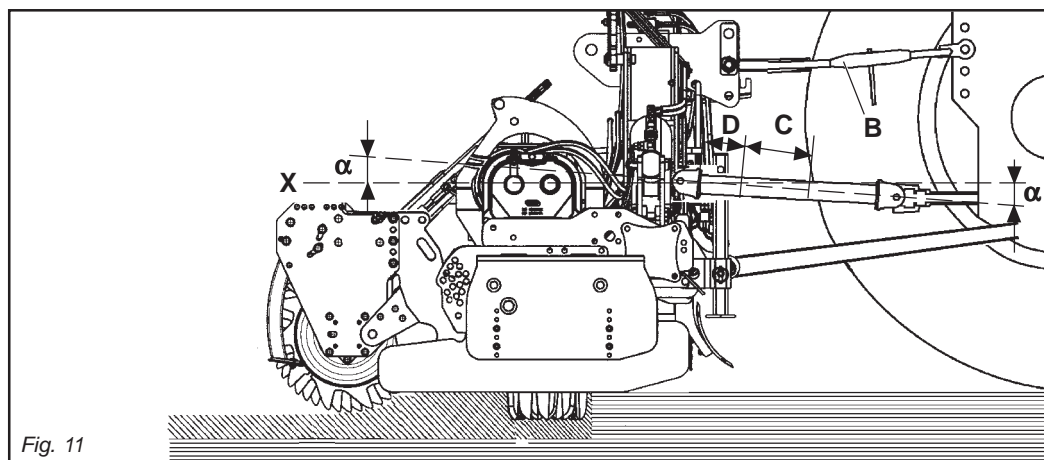

Fig. 11
- Los ángulos (α Fig. 11) de los cardanes no deben ser superiores a 40° (Fig. 11).